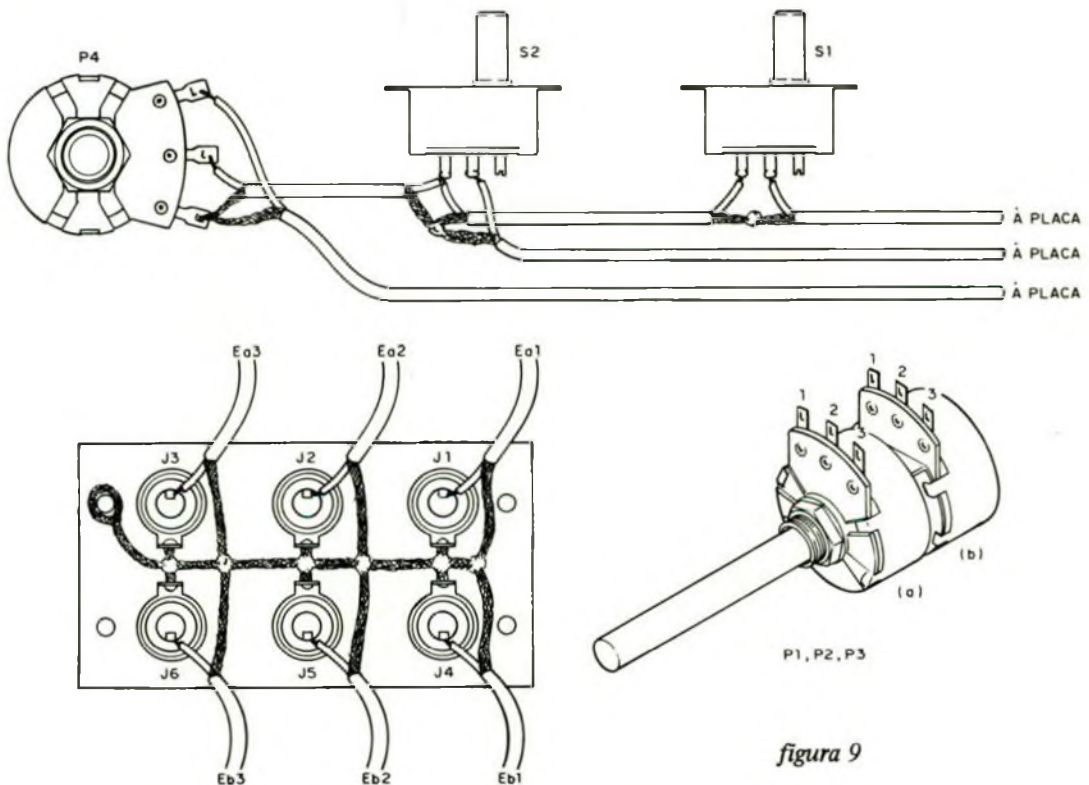

figura 9
i) Faça todas as ligações dos cabos de entrada e saída, observando que as blindagens são interligadas e a um ponto comum de terra, conforme mostra a figura 9.
j) Ligue agora os potenciômetros com o mesmo cuidado em P1, P2 e P3 que levam cabos blindados. Para os demais não é preciso usar fio blindado. Para a ligação de S1 e S2 ao potenciômetro P4 também será conveniente usar fio blindado. (ver figura 9)